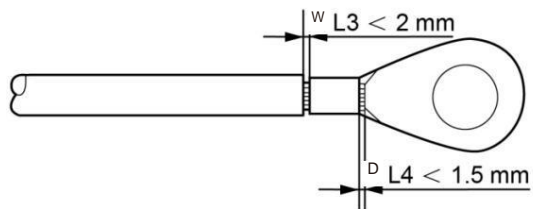

Figura 5.8 Pelar el cable
4. Inserte el cable pelado en el área de prensado del terminal OT y use el abrazadera para engarzar el terminal al cable (consulte la Figura 5.8).